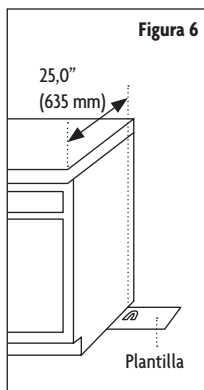

Figura 6
- Si la encimera es más profunda que 25" (635 mm), mida y marque una distancia de 25" (635 mm) adentro desde la parte del frente de la encimera y alinee la plantilla con la marca. (Consulte la Figura 6).